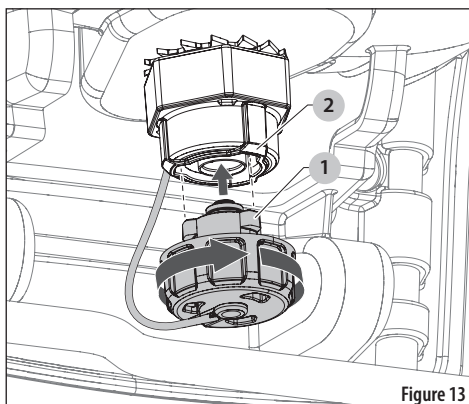

Figure 13
1. Aligner les languettes du bouchon (1) avec le capuchon du réservoir (2) et enfoncer le capuchon jusqu'à ce qu'il s'arrête.
2. Tourner le bouchon dans le sens des aiguilles d'une montre pour le fixer au capuchon. Voir Figure 13.